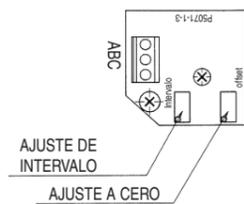

Fig.7 Circuito impreso
- Para aplicar el funcionamiento inverso (antihorario) al posicionador, especifique la clasificación 'JR' del accesorio cuando realice pedidos. De forma alternativa, para cambiar el funcionamiento del producto entregado, recolocque la leva en el lado opuesto y cambie los terminales A y C (véase la Fig.7), para invertir la dirección de la señal de salida.